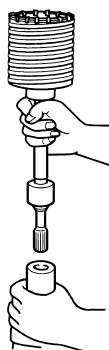
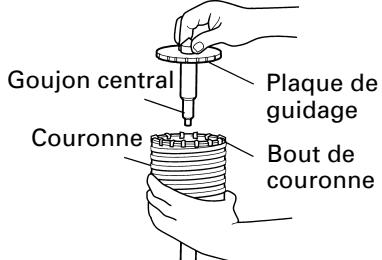

Fig. 14
Fig. 15
- (2) Monter la queue de couronne sur le marteau rotatif à percussion. (Fig. 14)
- (3) Introduire la guijon central dans la plaque de guidage jusqu'à ce qu'il arrête.
- (4) Engager la plaque de guidage dans la couronne et tourner la plaque de guidage à gauche ou à droite de manière à ce qu'elle ne puisse pas tomber, même si elle orientée vers le bas. (Fig. 15)